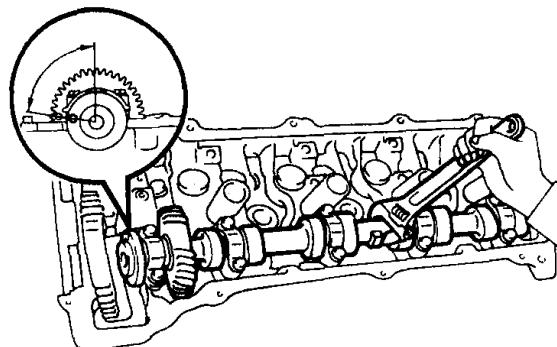

图1-1-6 转动进气凸轮轴至规定的角度
⑧拆下弹簧卡环、波形垫圈、凸轮轴副齿轮和卡环。
①见图1-1-6，转动凸轮轴，使锁销孔转至上止点前 $75^{\circ} \sim 100^{\circ}$ 的角度。
①把进气凸轮轴放到缸盖上,使锁销孔位于图1-1-6所示的上止点前75°~100°的角度上。